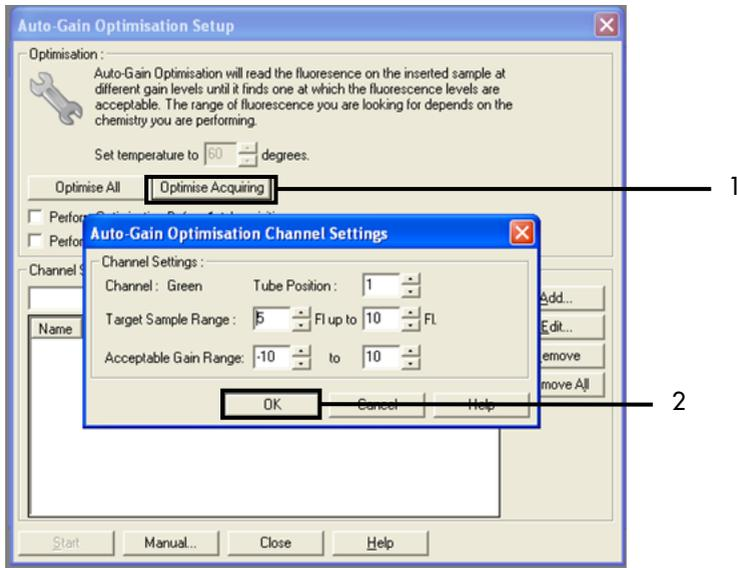

Abbildung 30. Automatische Verstärkungsoptimierung für den Kanal Green. 1 = „Optimise Acquiring“ (Erfassung optimieren), 2 = „OK“.
13. Klicken Sie auf Optimise Acquiring (Erfassung optimieren). Es werden für jeden Kanal die Kanaleinstellungen angezeigt. Klicken Sie auf OK, um diese Standardwerte für beide Kanäle zu akzeptieren. (Abbildung 30).